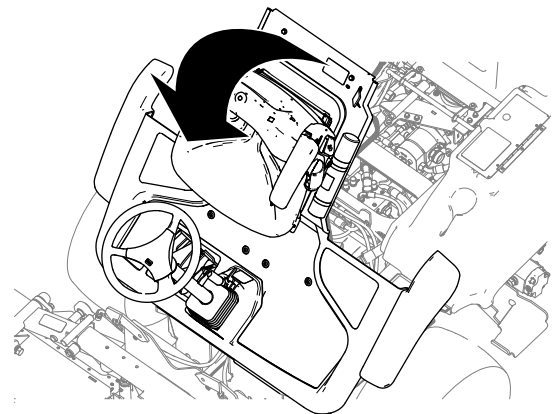

Figura 52
2. Eleve la plataforma (Figura 52).